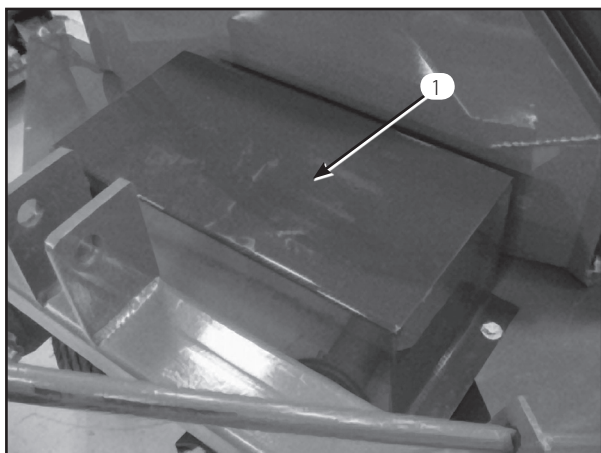

図12
1. ベルト・ガードをブロー・ハウジングに固定しているキャップスクリュー、ワッシャ、ナットを外して、ガードを取り外す(図12)。